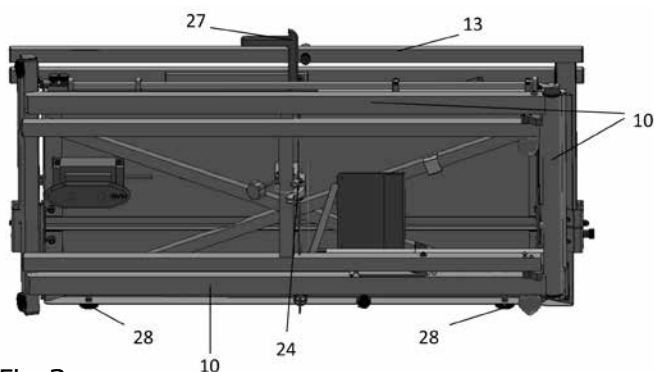
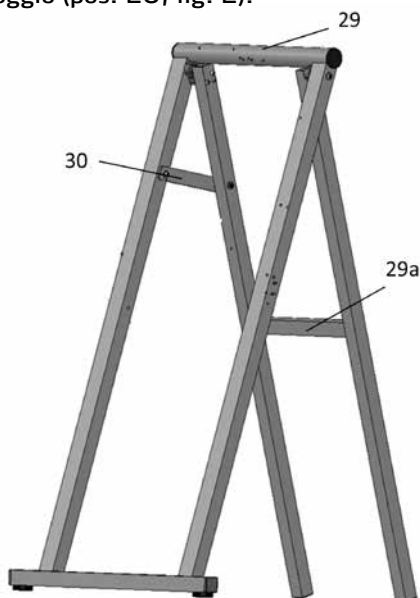
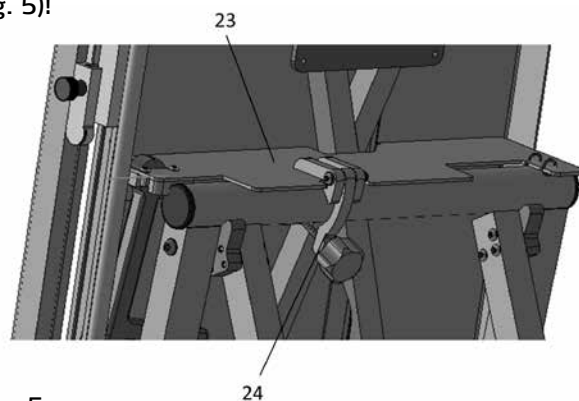

Fig. 3
Fig. 4
Fig. 5
Non prendere il dispositivo dal cofanetto tenendolo dall' archetto per taglio (pos.13, fig. 3). Estrarre il manico (pos. 27, fig. 3) e quindi sollevare il dispositivo. Posizionare il dispositivo, così come prelevato dal cofanetto, sui piedini di gomma (pos. 28, fig. 3) sul lato longitudinale.
Aprire la graffetta di fissaggio per il piede di appoggio (pos. 24, fig. 3) e staccarla dal dispositivo. Posizionare il piede di appoggio come indicato nella fig. 4 e fissare l'arresto di sicurezza (30).
Solleverare ProCut top al manico (pos. 27, fig. 3) e alla piastra di base (pos. 1 fig. 1) e posizionarlo con alloggiamento per il piede di appoggio (pos. 23, fig. 5) centralmente sul piano di appoggio per ProCut top (pos. 29, fig. 4)
Il trasformatore con riavvolgimento cavo (pos. 26, fig. 2) si appoggia sul piano di appoggio per il trasformatore con avvolgicavo (pos. 29a, fig. 4). Infine, fissare il dispositivo sul telaio di supporto con la graffetta di fissaggio per il piede di appoggio (pos. 24, fig. 5). In questa posizione il dispositivo si lascia impiegare libero stante.
Aprire chiavistello di sicurezza (pos. 30, fig. 4) al piede di appoggio / montante libero (fig. 4) e piegare il piede di appoggio.
ProCut top può essere appeso con alloggiamento per piede di appoggio / montante libero (pos. 23, fig. 5) sulla parte posteriore dell'impalcatura di lavoro.
Fissare assolutamente il dispositivo tramite graffetta di fissaggio per piede di appoggio / montante libero (pos. 24, fig. 5)!